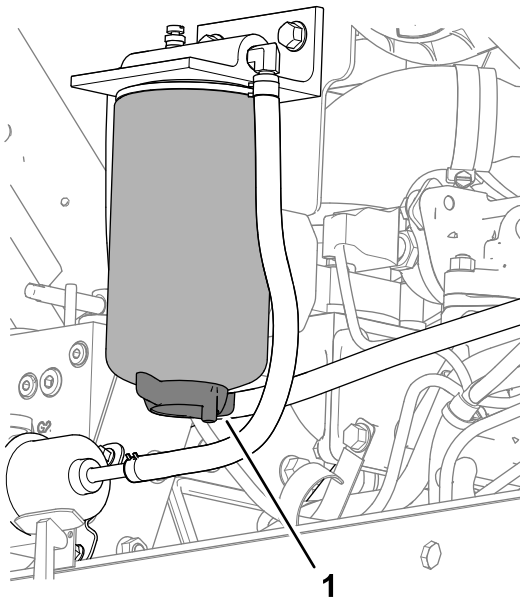

Figura 117
3. Coloque un recipiente debajo del filtro del separador de combustible/agua (Figura 117).